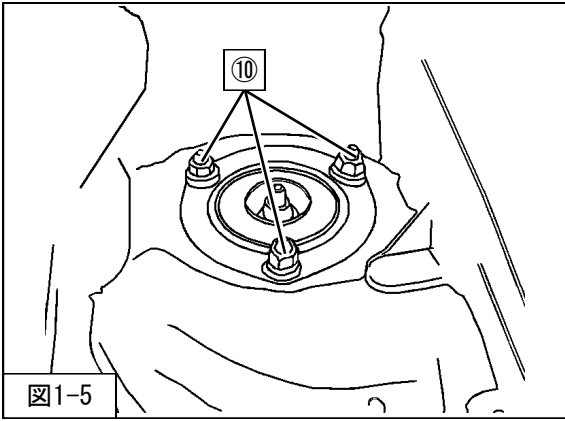

図1-5
7. ⑩フロントサスペンションASSYアッパー取付ナットを取外してください。(図1-5)